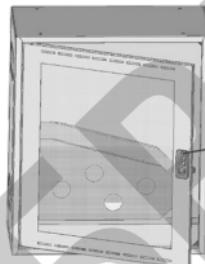

Рисунок 8
5) В двери необходимо открутить два самореза 4,2x13 мм фиксирующих ручку в двери. Затем необходимо перевернуть ручку дном вверх (рисунок 8а). Открутив третий саморез 4,2x13 мм в ручке необходимо повернуть металлический язычок 13 на 180° градусов. Далее снова фиксируем третий саморез на место (рисунки 8б)
Рисунок 8 а
Рисунок 8 б